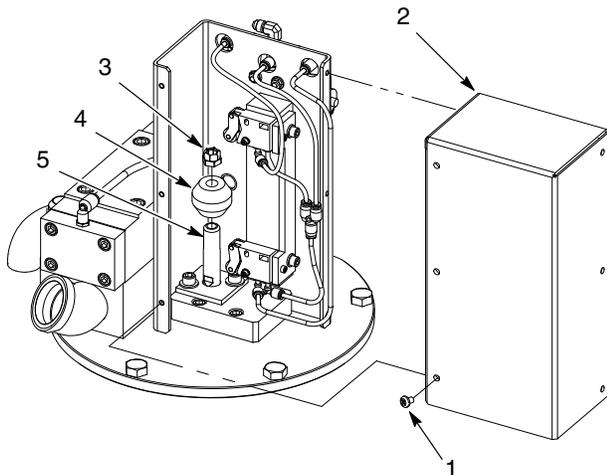
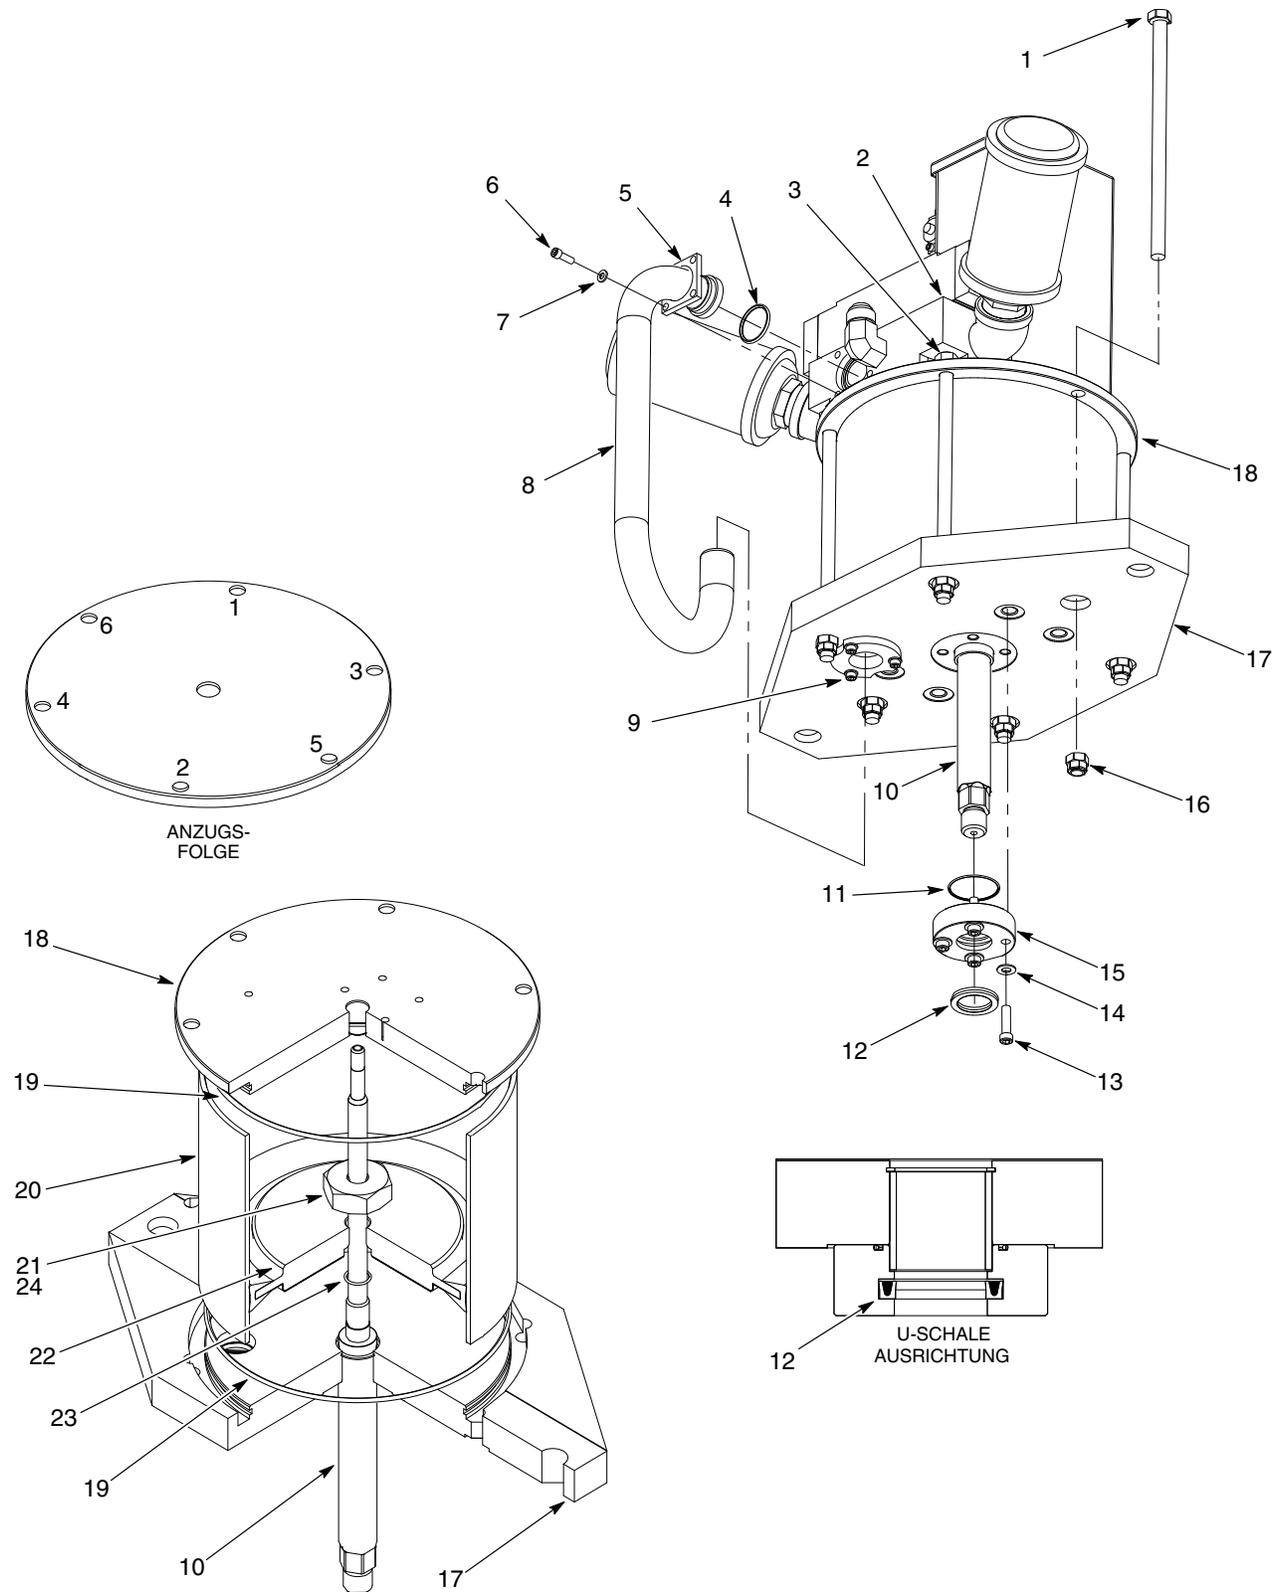

Abb. 12 Abdeckung der Auslösereinheit abnehmen
Abb. 13 Kolben ersetzen
1. Siehe Abb. 12. Die Schrauben (1) abnehmen, mit denen die Abdeckung (2) der Auslösereinheit befestigt ist.
2. Mit einem Schlüssel die Flachstellen der Kolbenstange (5) greifen.
3. Die Mutter (3) abnehmen, mit denen der Auslöser (4) an der Kolbenstange (5) befestigt ist.
4. Siehe Abb. 13. Die Schrauben (6) und Unterlegscheiben (7) abnehmen, mit denen der obere Zuleitungshalter (5) am Luftverteiler (2) befestigt ist.
5. Schrauben (9) des unteren Zuleitungshalters lösen.
6. Zuleitung (8) von Luftverteiler (2) und Grundplatte (17) abnehmen. O-Ring (4) vom Luftverteiler (2) abnehmen und entsorgen.
7. Die Schrauben (13) und Unterlegscheiben (14) abnehmen, mit denen der Kolbenstangenhalter (15) an der Grundplatte (17) befestigt ist. O-Ring (11) und U-Schale (12) abnehmen. O-Ring und U-Schale entsorgen.
8. Die Schrauben (1) und Muttern (16) abnehmen, mit denen der Luftmotordeckel (18) an der Grundplatte (17) befestigt ist. Mit einem Schlüssel die Flachstellen der zwei Schrauben (3) unter dem Luftverteiler (2) halten, um die Muttern abzunehmen.
9. Luftmotordeckel (18) abnehmen und auf eine ebene Fläche legen. O-Ring (19) des Luftmotordeckels abnehmen und entsorgen.
10. Luftzylinder (20) und O-Ring (19) von der Grundplatte (17) abnehmen. Den O-Ring entsorgen. Die Kolbenbaugruppe vom Luftzylinder abnehmen.
11. Die Mutter (21) abnehmen, mit denen der Kolben (22) an der Kolbenstange (10) befestigt ist. O-Ring (23) von der Kolbenstange abnehmen und entsorgen.
1. Siehe Abb. 13. TFE-Fett auf folgende Teile auftragen:
- Innenseite des Luftzylinders (20)
- Kolben (22)
- U-Schale (12)
2. Den O-Ring (23) auf der Kolbenstange (10) installieren.
3. Loctite 242 (24) auf das obere Gewinde der Kolbenstange (10) auftragen. Den Kolben (22) auf der Kolbenstange installieren. Die Mutter auf der Kolbenstange installieren und mit 200-220 ft-lb (271-298 N•m) anziehen.
4. Kolbenbaugruppe und Luftzylinder (20) zusammensetzen:
- b. TFE-Fett auf die Kolbenstange (10) auftragen:
5. Die O-Ringe (19) in Grundplatte (17) und Luftmotordeckel (18) installieren.
7. Den Luftmotordeckel (18) mit den Schrauben (1, 3) am Luftzylinder (20) installieren. Folgende Schritte ausführen:
- a. Die Muttern (16) auf den Schrauben installieren.
8. O-Ring (11) und U-Schale (12) wie gezeigt in den Kolbenstangenhalter (15) stecken.
9. Kolbenstangenhalter (15) mit den Schrauben (13) und Unterlegscheiben (14) an der Grundplatte (17) installieren. Die Schrauben festziehen. Anzugsmoment: 22-25 ft-lb (30-33 N•m).
10. Vorsichtig den unteren Teil der Luftzuleitung (8) durch den unteren Halter (9) in die Grundplatte (17) stecken.
11. Vorsichtig den oberen Teil der Luftzuleitung (8) in den Luftverteiler (2) stecken.
12. Den oberen Halter (5) mit den Schrauben (6) und Unterlegscheiben (7) am Luftverteiler (2) befestigen. Die Schrauben mit 10-12 ft-lb (13-16 N•m) anziehen.
13. Schrauben am unteren Halter (9) anziehen. Anzugsmoment: 10-12 ft-lb (13-16 N•m).
14. Siehe Abbildung 12. Den Auslöser (4) mit der Mutter (3) auf der Kolbenstange (5) installieren. Mutter gut anziehen.
15. Die Abdeckung (2) mit den Schrauben (1) am Luftmotor installieren. Die Schrauben fest anziehen.